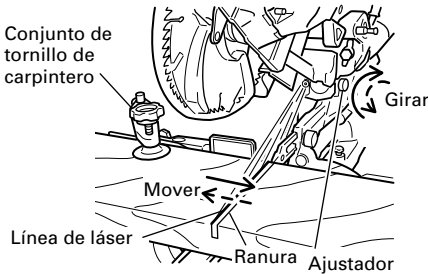

Fig. 19
(1) Encienda el marcador láser y efectúe una ranura de aproximadamente $3/16"$ (5 mm) de profundidad en una pieza de trabajo de unos $25/32"$ (20 mm) de alto y $5-29/32"$ (150 mm) de ancho. Sostenga la pieza de trabajo ranurada mediante el tornillo de carpintero tal como está, y no la mueva. Para el trabajo de ranurado, refiérase a "13. Procedimientos de corte de ranuras" en la página 121.
(2) Luego, gire el ajustador y desplace la línea de láser. (Si gira el ajustador en el sentido de las agujas del reloj, la línea de láser se desplazará hacia la derecha y si lo gira en sentido contrario a las agujas del reloj, se desplazará hacia la izquierda.) Cuando trabaja con la línea de tinta alineada con el lado derecho de la hoja de sierra, alinee la línea de láser con el extremo derecho de la ranura. (Fig. 19) Cuando la alinee con el lado derecho de la hoja de sierra, alinee la línea de láser con el lado derecho de la ranura.
(3) Tras ajustar la posición de la línea de láser, trace sobre la pieza de trabajo una línea de tinta en ángulo recto y alinee la línea de tinta con la línea de láser. Cuando alinee la línea de tinta, deslice gradualmente la pieza de trabajo y asegúrela con el tornillo de carpintero en la posición en que la línea de láser coincida con la línea de tinta.